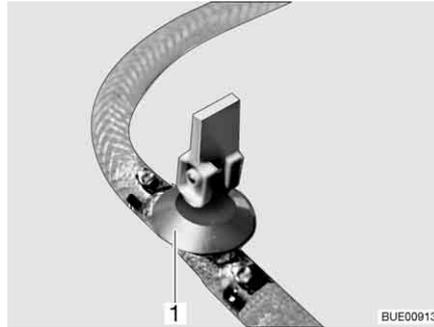
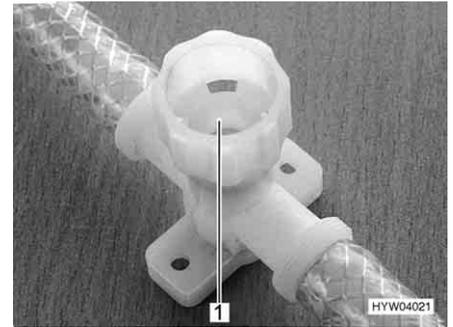

Bild 237 Ablasshahn (mit Kipphebel)
Bild 238 Ablasshahn (mit Drehkappe)
- Alle Ablasshähne schließen. Dazu den Kipphebel des Ablasshahns (Bild 237,1) waagrecht stellen oder die Kappe des Ablasshahns (Bild 238,1) im Uhrzeigersinn drehen.